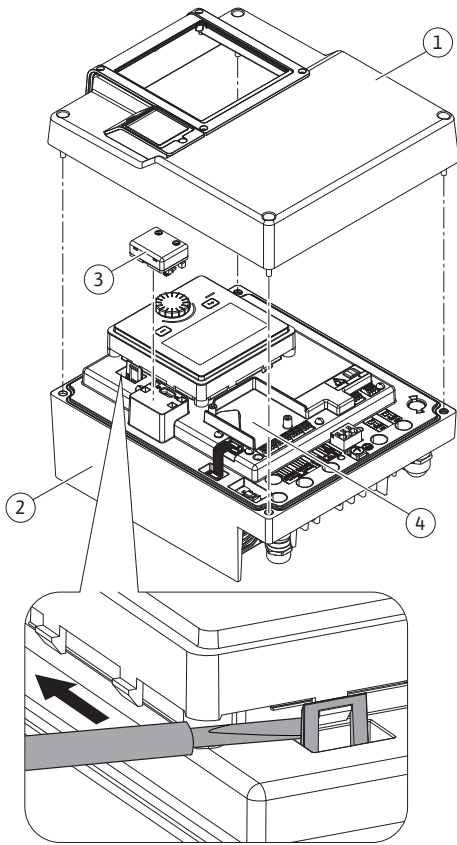
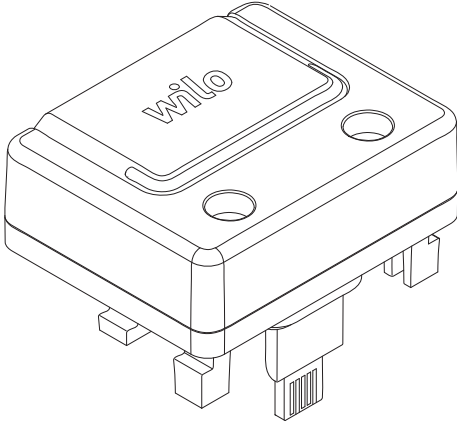

Fig. 26: Elektroniikkamoduuli
Fig. 27: Wilo-Smart Connect BT -moduuli
Wilo-Smart Connect BT -moduulin (Fig. 26, pos. 3 ja Fig. 27) Bluetooth-rajapinta on tarkoitettu yhteyden muodostamiseen mobiilipäätelaitteisiin, kuten älypuhelimien ja tablettiin. Wilo-Assistant-sovelluksessa on Wilo-Smart Connect -toiminto. Pumpua voidaan käyttää, säätää ja sen tietoja lukea Wilo-Smart Connect -toiminnon avulla. Katso tietoa asetuksista luvusta "Käyttöönotto" [► 47].
1. Avaa elektroniikkamoduulin yläosan neljä ruuvia (Fig. 26, pos 1; Fig. I, pos. 2).
3. Liitä Wilo-Smart Connect BT -moduuli sille tarkoitettuun Wilo-Connectivity Interface -rajapintaan. Katso Fig. 26, pos. 3.
CIF-moduuleja (lisävarusteet) käytetään pumppujen ja kiinteistöhallintajärjestelmän väliseen tiedonvaihtoon. CIF-moduulit liitetään elektroniikkamoduuliin (Fig. 26, pos. 4)